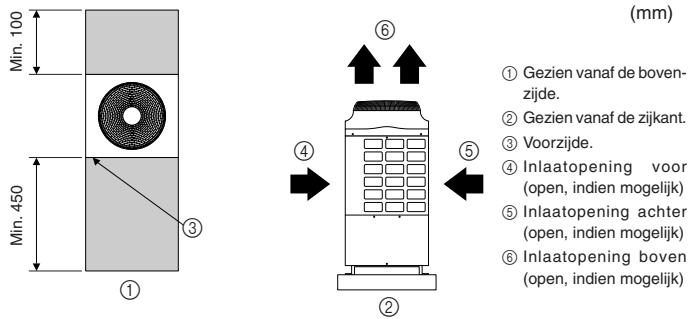

Fig. 2-3
(1) Basisgegevens voor het vaststellen van de vereiste ruimte (Fig. 2-3)